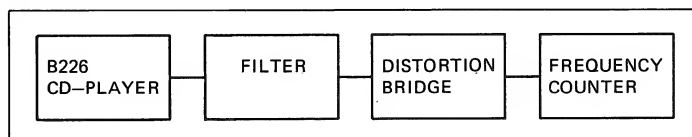

Fig. 4.17
-> fig. 4.17
- Montage selon fig. 4.17 avec filtre de mesure de distorsions à la sortie VARIABLE OUTPUT [2].